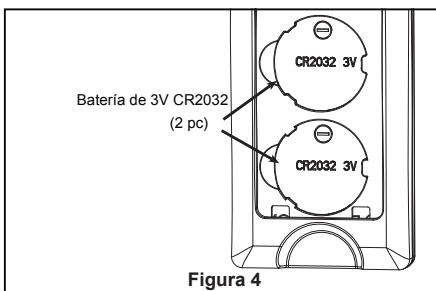

Figura 4
- ☐ 4. Instale la cubierta de la carcasa de interruptor hasta el fondo de la aspa mediante los tornillo de cabeza plana con arandela plana/arandela de resorte suministrado con el bols de accesorios. (Figura 4)
- ☐ 4. Extraiga uno de los tres tornillos del unidad del carcasa de interruptor y guarde el tornillo para pasos posteriores. Afloje levemente los otros dos tornillos. (Figura 4)
☐ 4. Para que el ventilador sea funcional, instale las pila (incluidas) de 3V en el transmisor del mando a distancia. Mientras el ventilador esté apagado. A continuación, siga el proceso de fijación remota de código. Si no se utiliza el ventilador durante un largo periodo de tiempo, extraiga la batería para evitar cualquier daño al transmisor. Almacene el mando a distancia en un lugar alejado del calor o la humedad excesiva. (Figura 4)